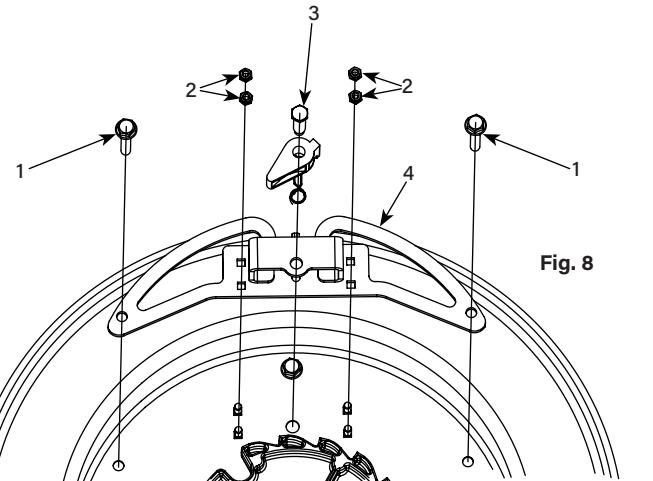

Fig. 8
2. Loosen the 2 bolts (1) (Fig. 8), and the 4 nuts (2) (Fig. 8). Remove the ratchet assembly.
4. Assemble the ratchet assembly in place and tight the 2 bolts (1) (Fig. 8), and the 4 nuts (2) (Fig. 8).
2. Desenrosque los 2 tornillos (1) (Fig. 8)-, y las 4 tuercas (2) (Fig. 8). Retire el conjunto.
4. Colóquelo en su lugar y apriete los tornillos (1) (Fig. 8), y las tuercas (2) (Fig. 8).